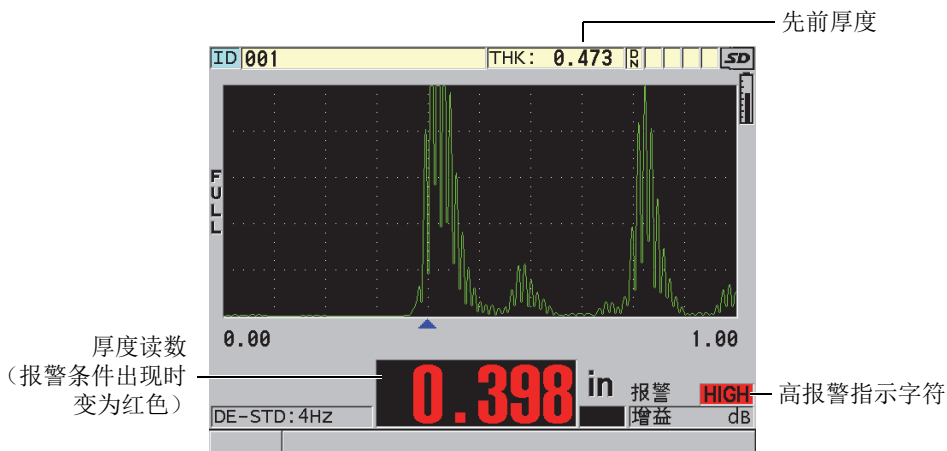

图 8-4 高报警指示示例
- 在测量屏幕的右下角，出现闪烁的 **HIGH**（高）或 **LOW**（低）报警指示字符，字符的背景为红色（参见第 126 页的图 8-4）。